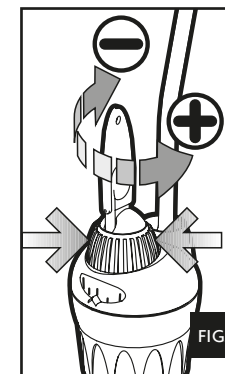

FIG. 6
- Tenir le bouton de réglage principal (bleu) avec une main pour éviter à l'échelle de se déplacer de celle-là déjà fixée sur le point de repère et tourner le bouton de post-calibrage (orange) vers + si la valeur de la température que vous avez mesurée est plus basse de celle-là indiquée en correspondance du point de repère, ou vers - en cas la température mesurée est supérieure à celle indiquée par le point de repère (fig. 6). Le bouton de post-étalonnage peut être réglé sur 6 diverses positions, 3 vers le + et 3 vers le -. Chaque position correspond à peu près à 1°C. Si on a réglé le chauffe-eau sur une température de 24° et on mesure 22°C, il suffit de tourner le bouton de post-étalonnage 2 positions vers +.
- d. houd de blauwe draai-regelaar vast op de ingestelde waarde en draai de oranje draaiknop tegen of + - afhankelijk van het gemeten temperatuur (afb. 6). In elk richting (+ en -) kan maximaal tot 3 graden worden afge. 6). In elk richting (+ en -) kan maximaal tot 3 graden worden aangepast. Dat kan in drie stappen van elk 1 graad Celsius. Er is een voelbare click bij het bereiken van elk stap. Is het thermostaat bij voorbeeld ingesteld op 24 graden en er worden maar 22 graden gemeten houd u de blauwe regelaar op 24 graden vast, terwijl u de oranje draaiknop om 2 posities tegen u draait. Een ijken kan alleen binnen een band van zes graden gebeuren, 3°C naar + en 3°C naar -. PROBEER ER NOOIT VERDER DAN DREI STAPPEN IN EEN RICHTING TE DRAAIEN!
- d. Mantenga el botón de regulación principal (azul) con una mano para evitar que a la escala que se desplace de la ya fijada en el punto que marca y girar el botón de post calibración (naranja) hacia + si el valor de la temperatura que ha medido es más baja que la que se indica en el punto de referencia, o hacia - en el caso en que la temperatura obtenida sea superior a la indicada en el punto de referencia (fig. 6). El botón post-calibración se puede regular sobre 6 posiciones diferentes, 3 hacia el + y 3 hacia el -. Cada posición corresponde más o menos a 1°C. Si el termocalentador se ha regulado sobre una temperatura de 24° y se ha obtenido una temperatura de 22°C, basta con girar el botón de post-calibración 2 posiciones hacia +.